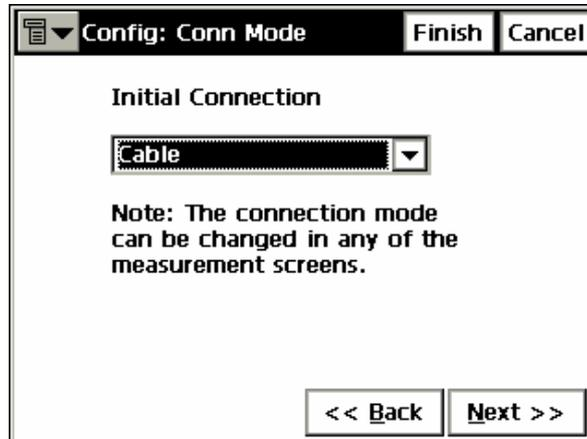

Рисунок 3-48. Настройка: Способ Подключения
4. Выберите режим соединения (параметр начального соединения) в окне **Config: Conn Mode**, после чего нажмите кнопку **Next (След)** (рис. 3-48).